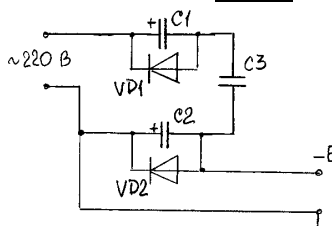

рис.5
**Преобразователь переменного напряжения в постоянное, не имеющий индуктивных элементов**, описан в патенте США 5089949 (рис.5). Его особенностью является то, что в цепь переменного тока включают полярные конденсаторы, имеющие большую емкость при малых габаритах. Для исключения пробоя однополярных конденсаторов параллельно им устанавливают диоды. Конденсатор СЗ - биполярный, на нем падает основная часть напряжения сети. С каждого из полярных конденсаторов можно снимать выпрямленное напряжение, величина которого зависит от емкости полярного конденсатора.